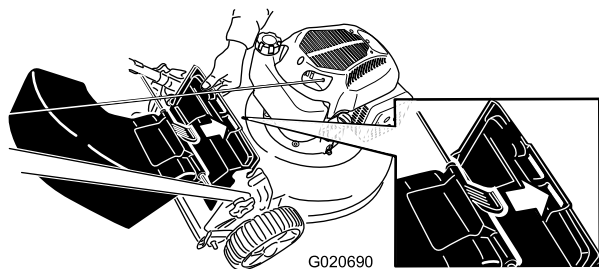

Figure 23
3. Insérez la languette du déflecteur d'éjection arrière dans la fente droite du déflecteur arrière (Figure 23).